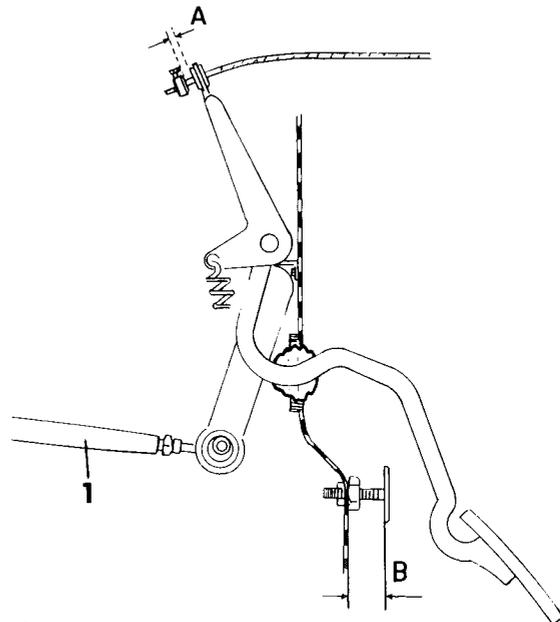

Bild 9
- Falls das Pedal nicht gegen die Anschlagsschraube anliegt, wenn es vollkommen durchgetreten wird, die Kontermutter des Gestänges («1» in Bild 9) lockern. Das Mass «B» der